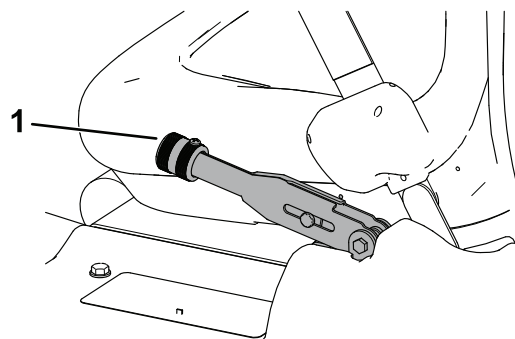

Figure 50
2. Desserrez la vis de fixation du pommeau sur le levier du frein de stationnement (Figure 50).